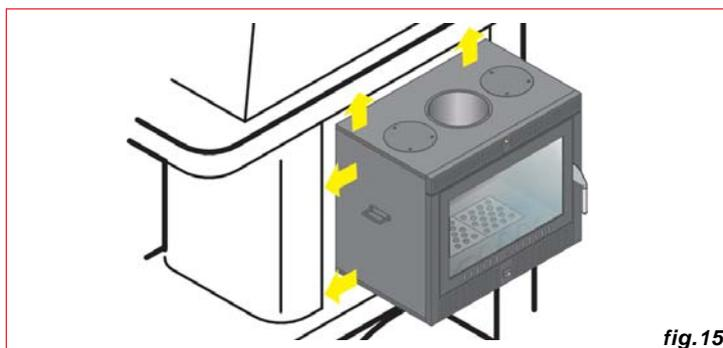

fig. 15
4) Controllare che il vano di alloggiamento sia sufficientemente ampio per ospitare il calorsystem (fig. 15).